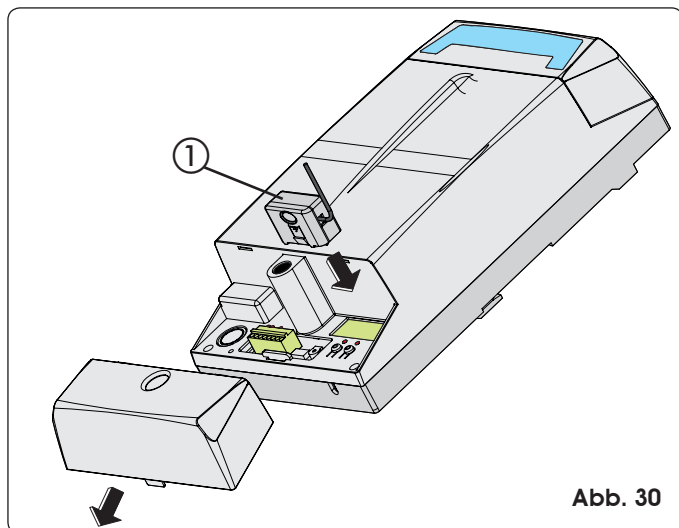

Abb. 30
Das elektronische Steuergerät ist mit einem zweikanaligen integrierten Entschlüsselungssystem (DS, SLH, LC), OMNIDEC, ausgestattet. Dank dieses Systems können, über ein zusätzliches Empfängermodul (Abb. 30 Bez. ①) und Funksteuerungen mit derselben Frequenz, sowohl die vollständige Öffnung (OPEN A) als auch die Teilöffnung (OPEN B) der Automation durchgeführt werden.